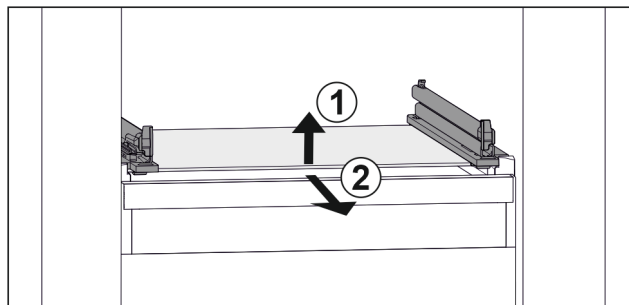

Fig. 84 Representación de la placa de vidrio a modo de ejemplo
- ▶ Levante la placa de vidrio por delante. Fig. 84 (1)
- ▶ Retire la placa de vidrio hacia delante. Fig. 84 (2)